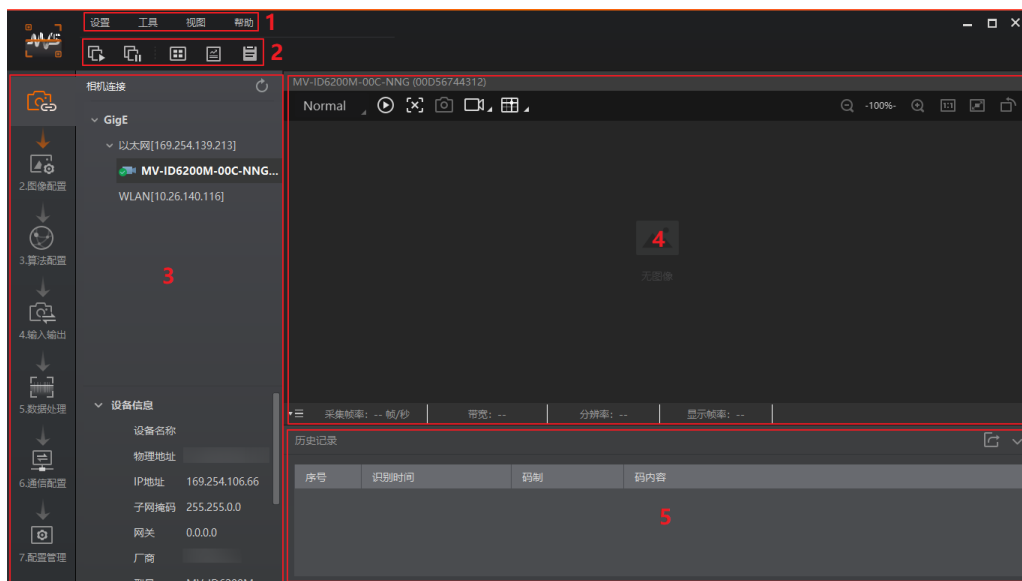

图2-12 IDMVS 主界面
2. 连接设备后，客户端主界面如图 2-12 所示，各功能模块的介绍详见表 2-1。